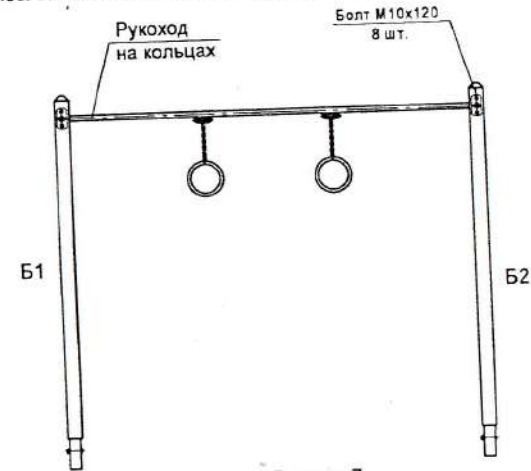

Рисунок 7
2. Соединить столбы башен 1.5-1.6 и 2.1-2.2 рукоходом на кольцах поз.11 (рисунок 7)